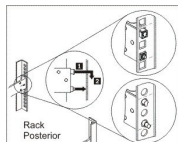

Figura 7. Instalando a Extremidade Posterior dos Trilhos Deslizantes
2. Instale a extremidade posterior dos trilhos deslizantes conforme mostrado na Figura 7: